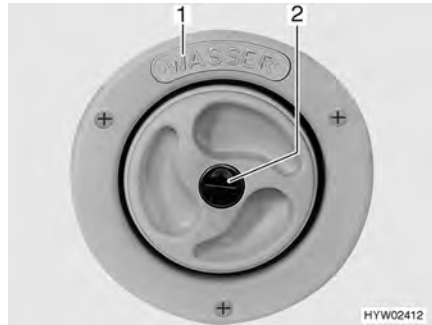
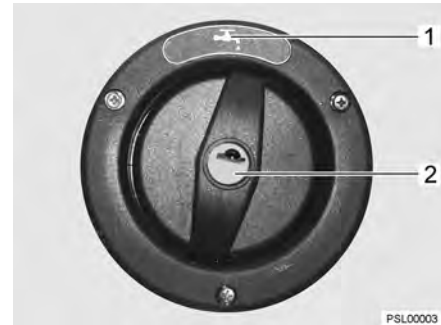

Fig. 46 Couvercle de fermeture pour bec de remplissage d'eau potable
Fig. 47 Couvercle de fermeture pour bec de remplissage d'eau potable (alternative)
- ▷ Le bec de remplissage d'eau potable porte l'inscription "WASSER" (eau) (Fig. 46,1) ou le symbole "W" (Fig. 47,1).
- Insérer la clé dans le barillet (Fig. 46,2 ou Fig. 47,2) et la tourner dans le sens inverse des aiguilles d'une montre.